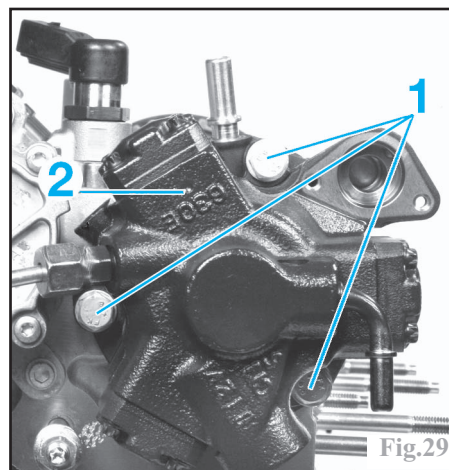

Fig.29
- la vis (1) et le conduit d'alimentation en air du turbocompresseur (5).
- le support (2).
- les 3 vis (1) (Fig.29) de fixation de la pompe haute pression (2).